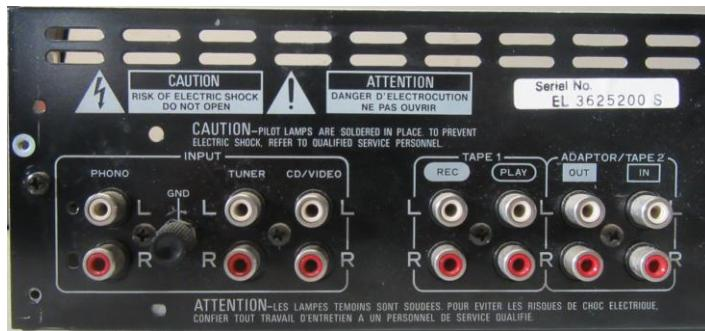

图 9. 放大器背后的各个 RCA 插口
- 1) 信号输入端可用放大器背后的各个 RCA 插口充当。如 PHONO, TUNER, CD/VIDEO, 等。见图 9.